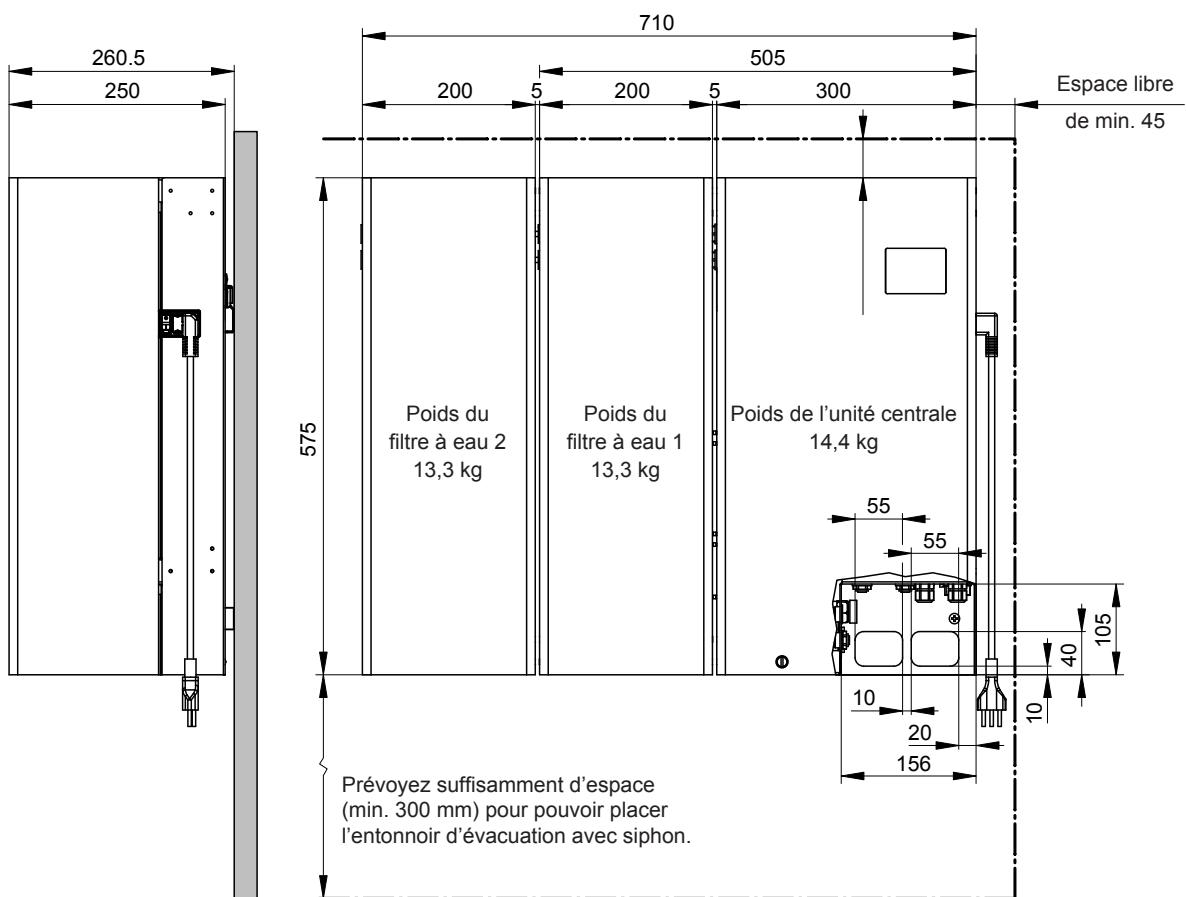

Fig. 8 : Dimensions de l'unité centrale et des filtres à eau (dimensions en mm)
- Veillez à disposer d'une surface murale suffisamment grande pour le montage de l'unité centrale et du/des filtre(s) à eau (voir Fig. 8).
Important : le mur sur lequel sont montés l'unité centrale et le/les filtre(s) à eau doit présenter une capacité portante suffisante (voir les indications de poids à la Fig. 8) et être adapté à ce genre de fixation.